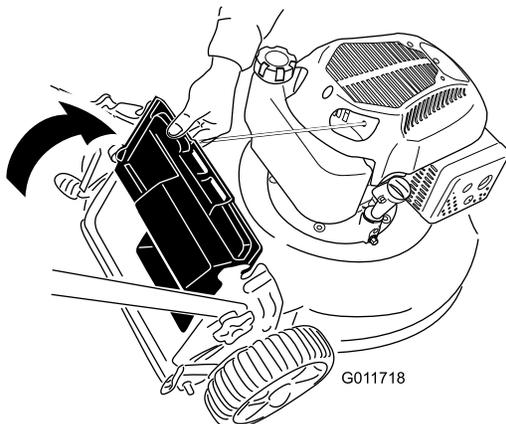

Figura 14
2. Levante el deflector trasero y sujételo (Figura 14).